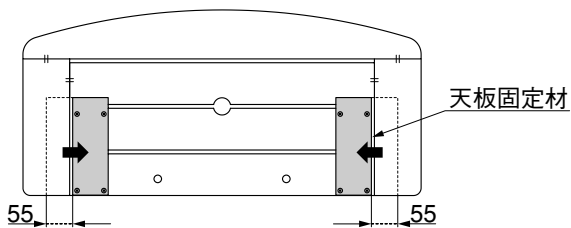

図6-2
- ❷ 天板固定材の位置を中央に55mmずらして「天板固定ネジ」で天板固定材を固定してください。(図6-2参照)